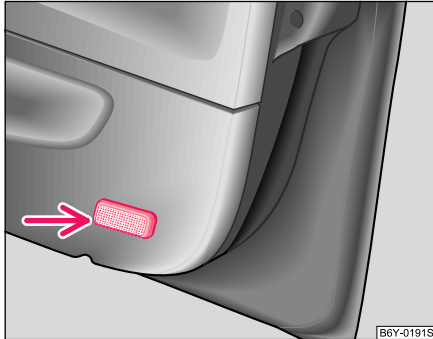

Abb. 164 Vordertürwarnleuchte ausbauen
- Messer oder der Schraubendreher seitlich zwischen Leuchte und Türverkleidung schieben ⇒ Abb. 164. Leuchte vorsichtig heraushebeln.